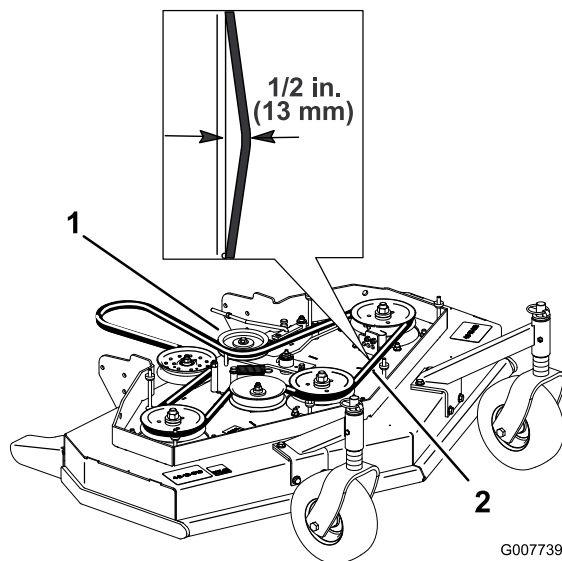

Figura 43
4. Staccare la puleggia tendicinghia e la cinghia consumata (Figura 43).
Nota: La tensione appropriata per la cinghia del tosaerba è 44-67 N con una flessione della cinghia, nel punto intermedio tra le pulegge, di 13 mm (Figura 43).